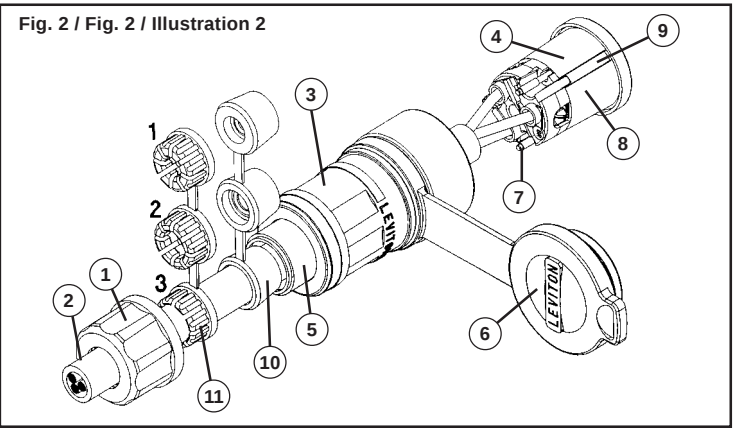

Fig. 2 / Fig. 2 / Illustration 2
- Select proper size of strain relief washer and rubber bushing per your cord size (**see Table 1A**). The washers and bushings must be broken apart from each other (**See Figs. 2 and 3**).
- Insert cord through nut, strain relief washer, rubber bushing and into threaded insert of housing as shown in **Figs. 2 and 3**.
- Seleccione la roldana protectora contra tirones y buje de hule apropiados para el cordón (**vea Tabla 1C**). La roldanas y bujes deben separarse uno de otro (**Vea Figs. 2 y 3**).
- Meta en el cordón la tuerca, la roldana protectora contra tirones de nylon, el buje de hule y el armazón como se muestra en **Figs. 2 y 3**.